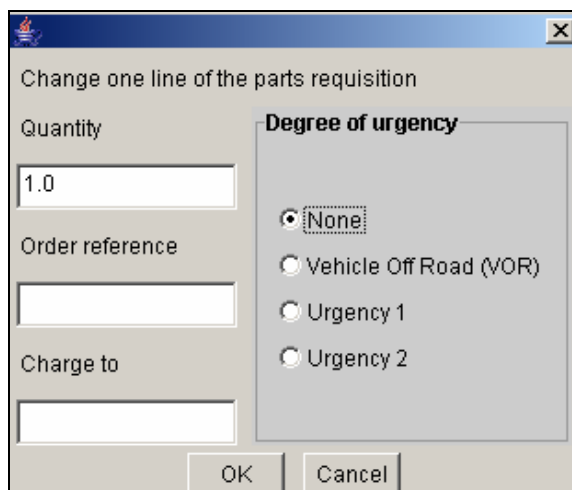

Рис. 8: Изменить строку заказ-наряда
**Change Line**. Откроется следующее окно (рис. 8).